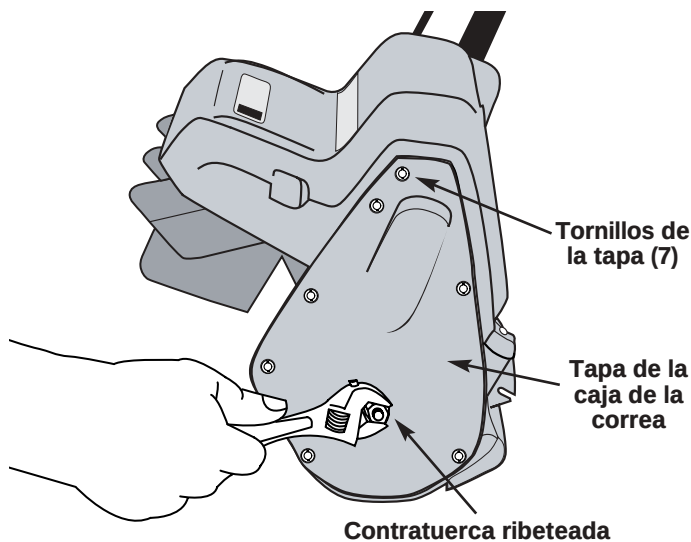

Fig. 7
1. Quite la tuerca ribeteada de la tapa de caja de la correa con una llave o copa para tuercas (Fig. 7).
2. Quite los siete (7) tornillos de la tapa de la caja de la correa con una herramienta Torx # T20 o con un destornillador de punta plana (Fig. 7).